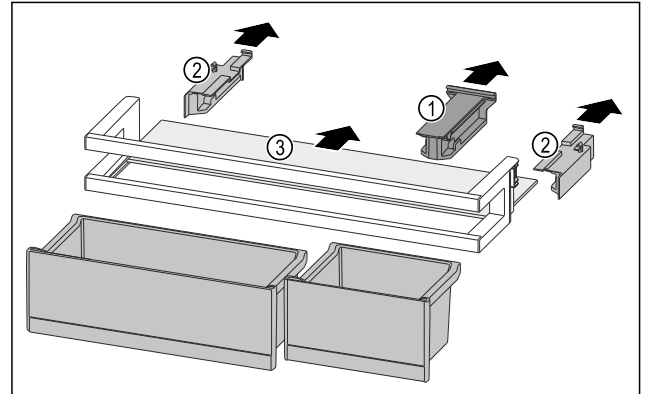

Fig. 97
- Halteteil Fig. 97 (1) abziehen.
- Seitenteile Fig. 97 (2) abziehen.
- Abstellfläche Fig. 97 (3) entnehmen.